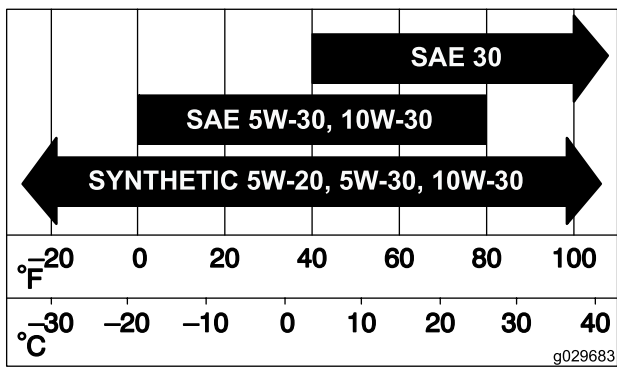

Figura 72
3. Abra los cierres del limpiador de aire y tire de la tapa de la entrada de aire para separarla del cuerpo del limpiador de aire (Figura 72).
5. Extraiga con cuidado el filtro del cuerpo del limpiador de aire (Figura 72).
2. Introduzca el filtro con cuidado en la carcasa del limpiador de aire (Figura 72).
3. Instale la tapa del limpiador de aire y fije los cierres (Figura 72).